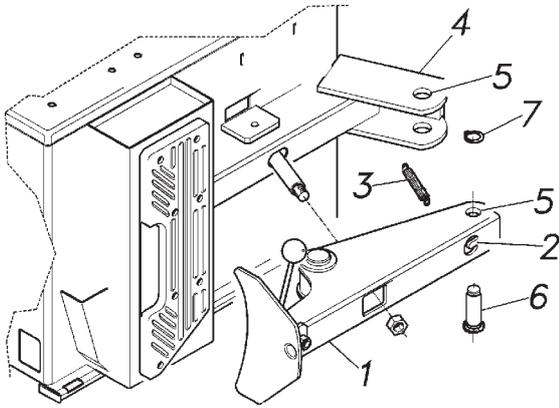

Fig. 12
B. Place the bead breaker arm #1 (Fig.12) inside arm support #4. Holes #5 for the arm and arm support must match. Grease pin #6. Lock arm #1 to support #4 with pin #6 and ring #7.
C. Attach spring #3 (Fig.12) to the hook on the frame and attach it to hook #2 on bead breaker arm.
B. Positionner le bras détalonneur #1 (Fig.12) dans son support #4. Les trous #5 du bras détalonneur et du support doivent coïncider. Graisser le goujon #6, l'introduire dans le trou #5 et le bloquer aux deux extrémités avec les deux bagues #7.
C. Accrocher le ressort #3 (Fig.12) au support #4 et dans le trou #2 sur le bras détalonneur.